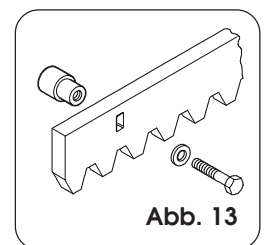

Abb. 13
4.4.1. ZAHNSTANGE AUS STAHL FÜR DIE VERSCHWEISSUNG (Abb. 13)